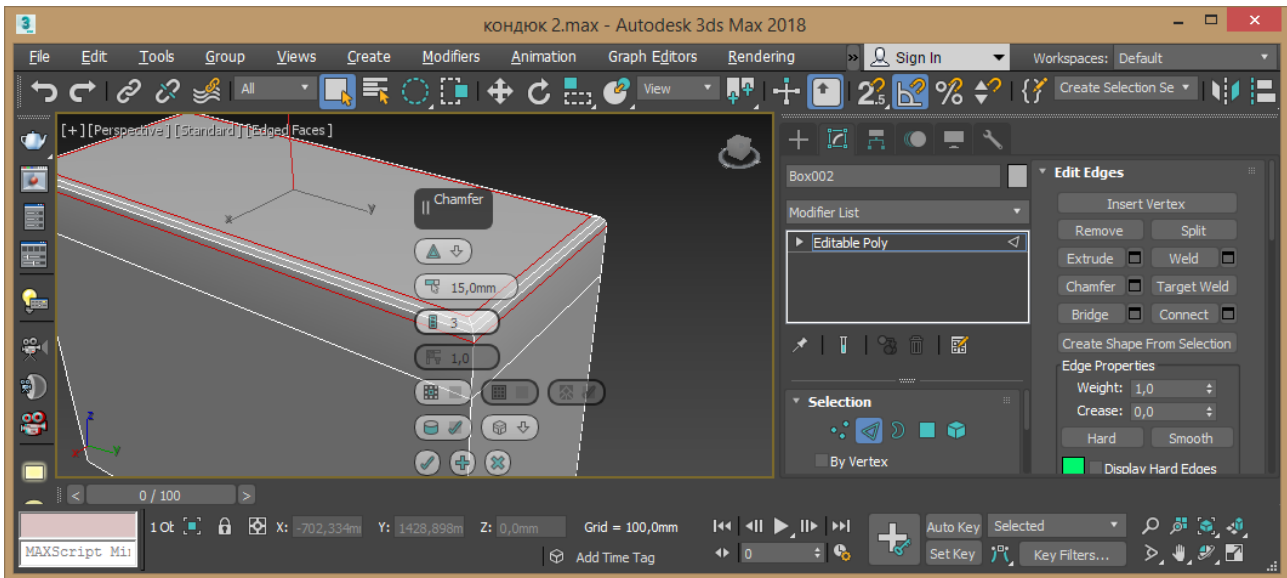

Рис. 3.2 – Редагування ребер
3. Перейдіть у режим редагування ребер Edge, виділіть 4 верхні ребра та скористуйтесь командою Chamfer із параметрами 15 мм, 3 сегменти (рис. 3.2).